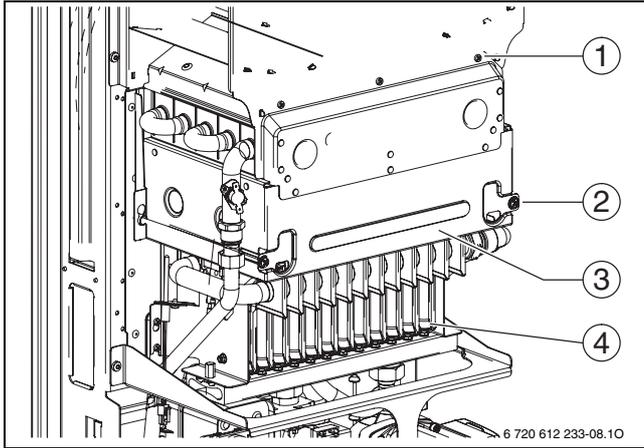

Bild 42 Brenner öffnen
- ▶ Vorderwand der Brennkammer und Brenner abnehmen (→ Bild 42).